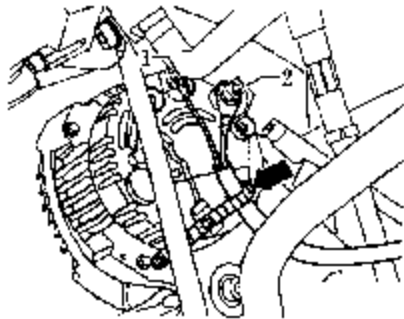

图 4-142 拆卸发电机线束
(1) 查取车载收音机防盗密码。关闭点火开关，断开蓄电池接地线。排放冷却液，拆卸多楔皮带。拆卸粘液型风扇（带皮带轮）、V 形皮带，没有必要拆卸空调压缩机多楔皮带及扭矩反应器支架。
(2) 从发电机上断开端子 60 和端子 30，将线束从电缆夹中脱出，如图 4-142 箭头所示。